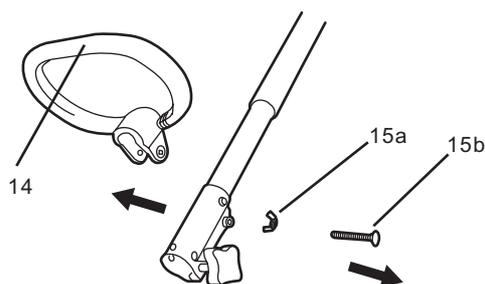

Fig. 1a
- 1). Dévissez et retirez le boulon pré-monté (15b) et l'écrou papillon (15a) de la poignée auxiliaire (14) (fig. 1a).